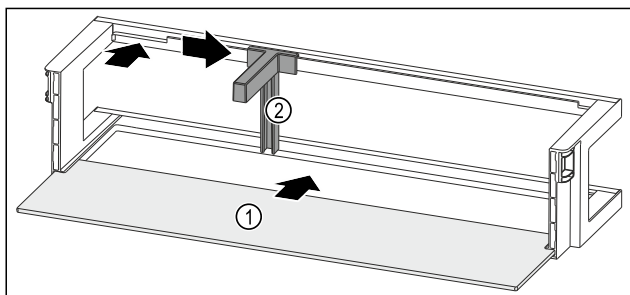

Fig. 226 Polica u vratima s policom za odlaganje
- Umetnite policu Fig. 226 (1) u bočna udubljenja.
- Držač za boce Fig. 226 (2) umetnite u otvor.
- Držač za boce Fig. 226 (2) pogurnite u željeni položaj na stranu.